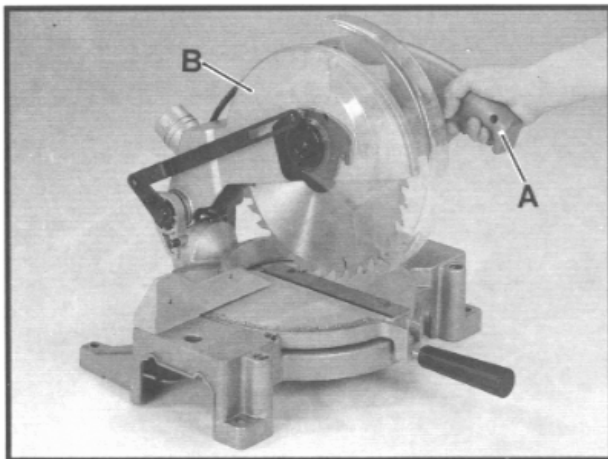

Fig. 18
Den Sägekopf (B) Fig. 18 am Handgriff (A) ganz nach unten drücken, dann den Handgriff freilassen. Der Sägekopf muss sich selbständig in seine Ausgangslage stellen. Wird diese Grundstellung nicht einwandfrei erreicht, muss diese wie folgend beschrieben eingestellt werden: